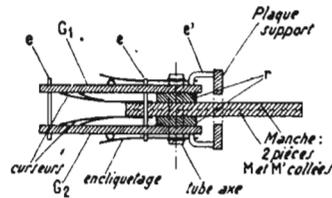

Fig. 49. — Montage des contacteurs
b) Montage (fig. 49)
— Cintrer les entretoises longues (voir fig. 49).